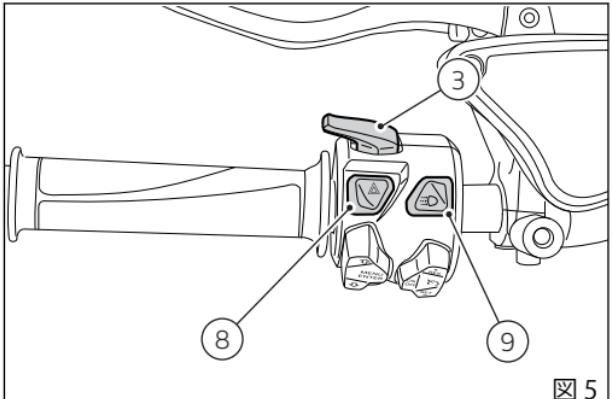

図 5
3) ランプ起動および切り替え (ハイビーム / ロービーム) ボタン (図 5)